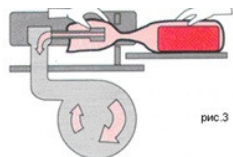

рис.3
- Пакет с продукцией укладывается на специальный поддон машины, и открытая часть пакета надевается на сопло (Рис. 3).